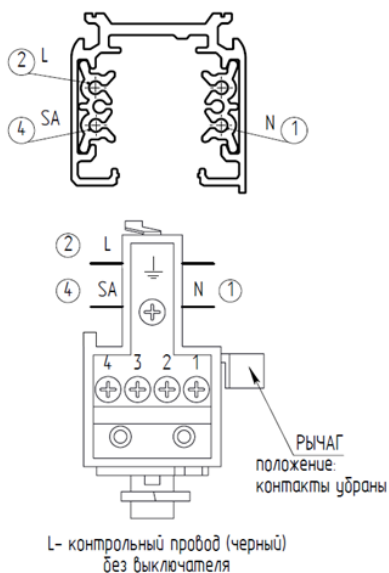

Рис.1
3. Блок аварийного питания подсоединен многожильным проводом к светильнику. Для подключения светильника требуется вставить адаптер в шинопровод и повернуть рычаг до упора. Подключение производится согласно схеме, см. Рис. 1, 2.